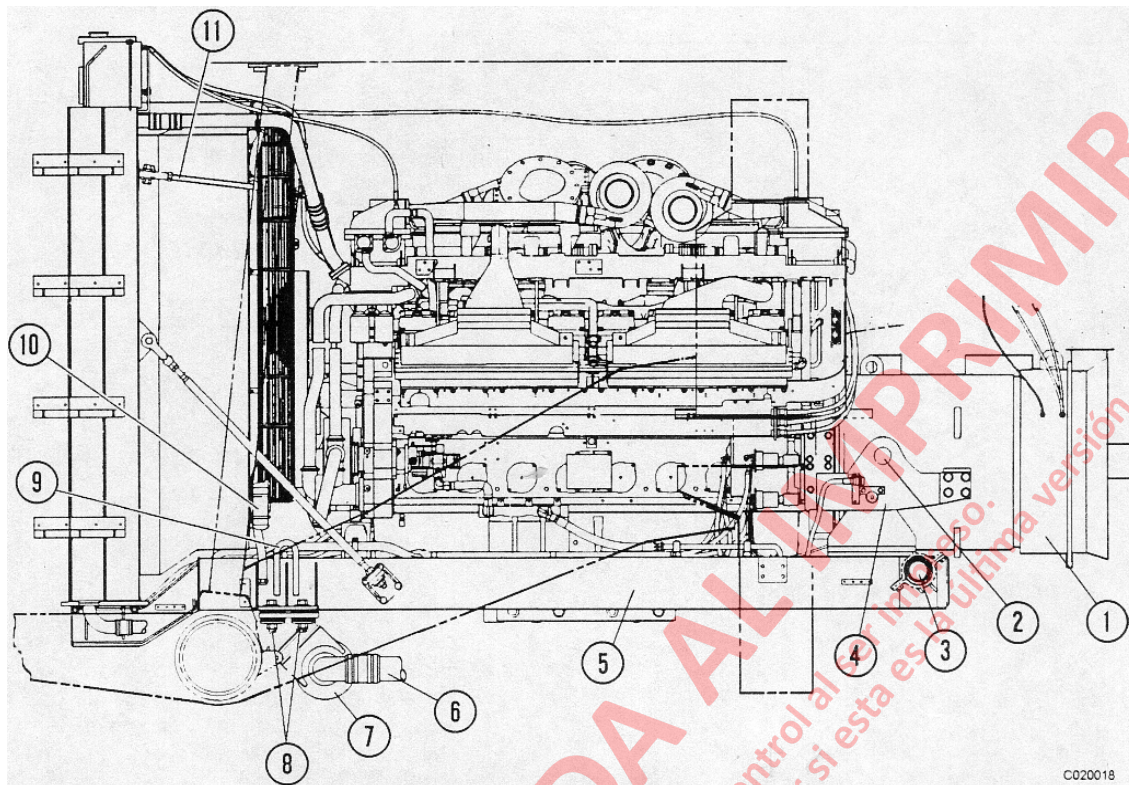

FIGURA 2-5. DESMONTAJE Y MONTAJE DEL MÓDULO DE POTENCIA
10. Saque la cubierta protectora del cable de energía del alternador. Desconecte los cables eléctricos (ya marcados) y las tuberías de aceite y combustible que pudieran interferir con el desmontaje del módulo de potencia (vea Figura 2-5). Cubra o tape todas las líneas y sus conexiones para evitar la entrada de suciedad o material extraño. Para simplificar este proceso, la mayoría de las conexiones utilizan desconexiones rápidas.
13. Desconecte y saque las tuberías (6, Figura 2-5) de la bomba de agua del motor y del radiador que van al intercambiador de calor de enfriado del sistema de frenos (7).
14. Saque la varilla de soporte superior del radiador (11) a cada lado de éste.
16. Consulte sobre los procedimientos necesarios para sacar correctamente el refrigerante, en la Sección M, *Sistema de Aire Acondicionado*. Después de haber descargado el refrigerante, desconecte las mangueras de refrigerante que van a la cabina, en el compresor y el receptor/secador (10).
1. Saque los tornillos, tuercas y golillas (8, Figura 2-5) que sujetan el soporte delantero del sub-bastidor al bastidor principal.
2. Saque los tornillos y casquetes que sujetan los bujes de montaje del sub-bastidor a su brazo de soporte (3) en la parte trasera.
Levante el módulo de potencia sólo en los puntos de elevación en la estructura de la base de soporte del motor/alternador y del sub-bastidor (Consulte la Figura 2-5 y 2-7).
5. Coloque el tacle en los puntos de elevación del sub-bastidor delantero (9, Figura 2-5). Levante el sub-bastidor del motor hasta que el motor esté nivelado. Retire la cadena de seguridad.
6. Haga rodar el módulo de potencia hacia adelante, lo suficiente como para permitir un espacio adecuado en la parte delantera del gabinete eléctrico para el dispositivo de elevación que se va a fijar a la estructura de la base de soporte del motor/alternador (2, Figura 2-5) y a los puntos de elevación del sub-bastidor delantero (9). Coloque caballetes o bloques debajo de la parte delantera del sub-bastidor, y baje el tacle hasta que la parte delantera del sub-bastidor quede apoyada. Instale cadena de seguridad para impedir que el sub-bastidor ruede.
2. Limpie los soportes traseros del bastidor principal. Aplique una película delgada de solución jabonosa a cada buje de goma (3 Figura 2-5) ubicados en la parte posterior del sub-bastidor.
14. Baje la parte trasera del sub-bastidor hasta que los bujes de goma del sub-bastidor se asienten en los soportes de montaje (3, Figura 2-5) ubicados en el bastidor principal del camión.
16. Monte los bujes de goma, tornillo, golillas y tuercas en los montajes delanteros (8, Figura 2-5). Apriete los tornillos con un torque de **525 ft. lbs. (712 N.m)**.
17. Instale las tapas de montaje del sub-bastidor trasero y asegúrelas en su lugar con los tornillos de seguridad lubricados. Apriételos con un torque de **407 ft. lbs. (551 N.m)**. (Consulte la Figura 2-5).
6. Monte las tuberías (6, Figura 2-5) entre el intercambiador de calor (7) y la bomba de agua del motor y el radiador.